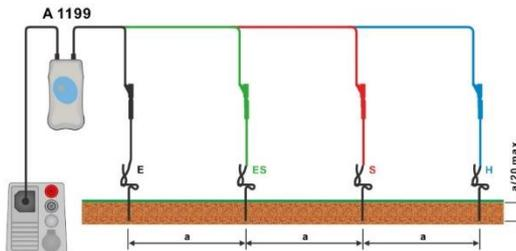

Abbildung 7.79: Messung des spezifischen Erdungswiderstands
- › Schließen Sie die Prüfleitungen am Prüfobjekt an (siehe **Abbildung 7.79**).